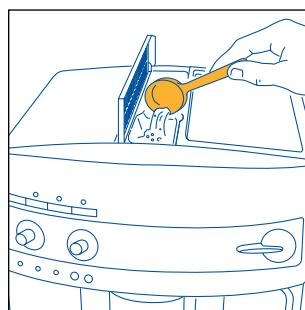

Рис. 19
- Поднимите крышечку в центре, засыпьте в воронку одну мерку молотого кофе, рис. 19 и выполните процедуры, описанные в параграфе 5.